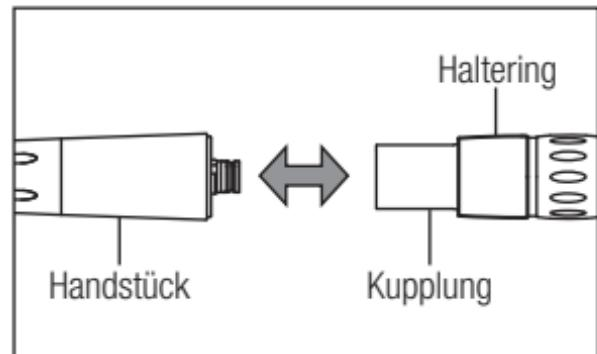

Abb. 2
**X450L/X450** (1) Montage
- 1) Führen Sie Handstück und Kupplung zusammen. (Abb. 2)
Ziehen Sie am Halterung und entfernen Sie das Handstück aus der Kupplung. (Abb. 2)